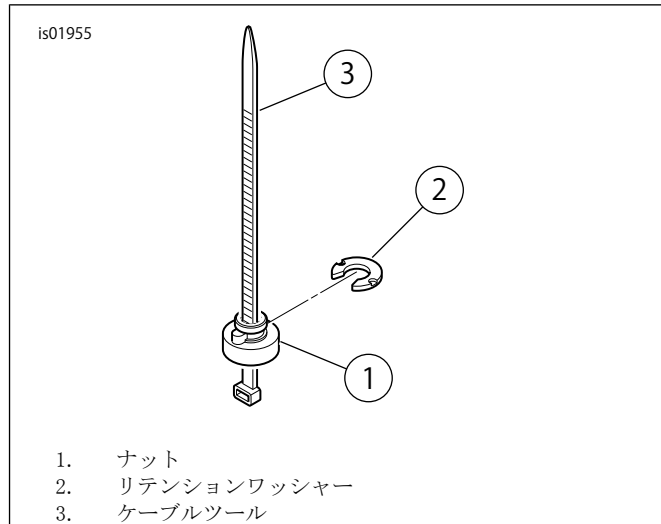

図3。リテンションナット、ワッシャー、およびケーブルストラップ
4. 「図3」を参照してください。ケーブルストラップ(3)は取り付けツールとして使用できます。